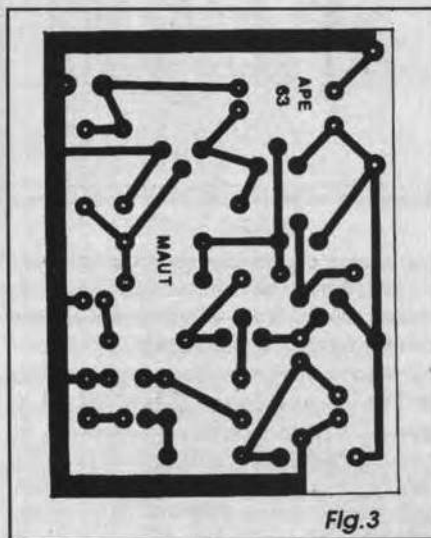

Fig.3
- FIG. 3 - LAY OUT DO CIRCUITO IMPRESSO ESPECÍFICO - Como a quantidade geral de componentes é moderada, o tamanho da placa específica também ficou modesto, permitindo boa compactação geral à montagem... Entretanto, mesmo assim, nossos *leiautistas* optaram por um desenho *não congestionado* (em tese, seria possível *espremer* o *lay out* para cerca da *metade* das atuais dimensões...), de modo a facilitar a vida dos iniciantes, permitindo uma montagem com relativa *folga*, que evita erros de soldagem, e permite mais fácil correção de problemas e eventual manutenção... De qualquer modo, o padrão cobreado (em tamanho natural, na figura...) é simples e direto, de fácil reprodução... Como é padrão em APE, as áreas em negro representam as partes que